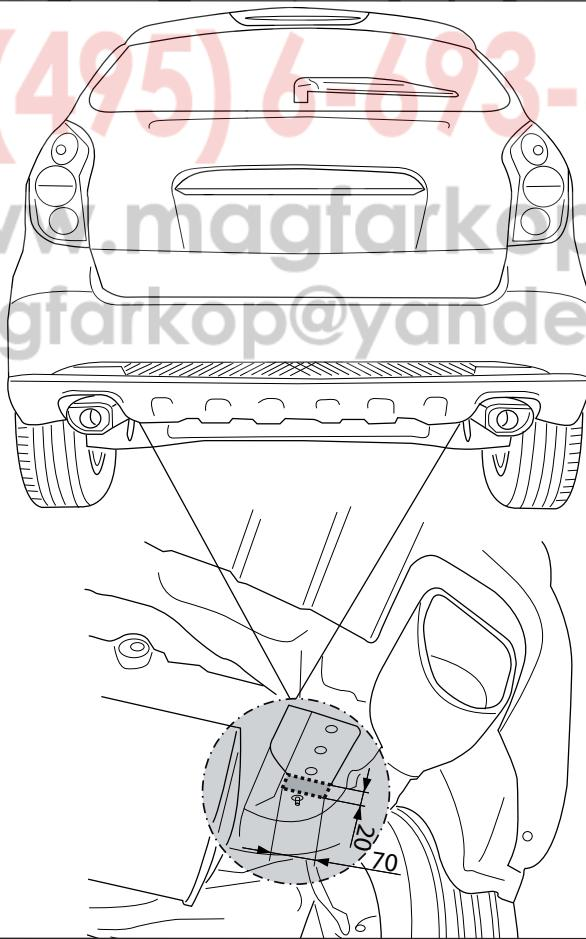

Fig. 1
3. Saw a portion out of the heat shield as shown in figure 1.
4. Position the heat shield as indicated in figure 1, and attach them at points B, C and D.
3. Gemäß der Abbildung 1 ein Stück aus dem Hitzeschild sägen.
3. Découper un morceau du bouclier thermique conformément à la figure 1